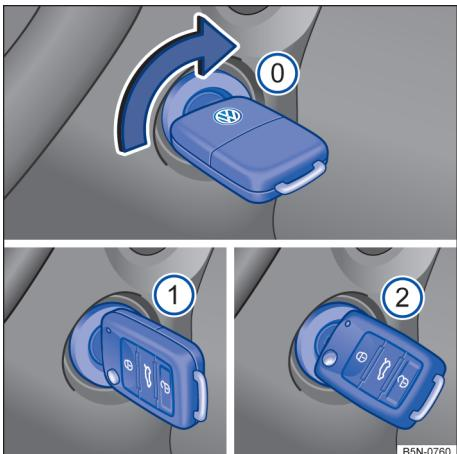

Fig. 96 Ao lado do volante à direita: posições da chave do veículo no cilindro da ignição.
Posições da chave do veículo → Fig. 96:
- Girar a chave do veículo para a posição → Fig. 96 ①. A ignição está ligada.
- Girar a chave do veículo no cilindro da ignição para a posição → Fig. 96 ② – não acelerar.
Se o motor não der partida, nunca utilizar o motor de partida com a marcha engatada e com a chave do veículo na posição → Fig. 96 ② para conduzir ou puxar, por exemplo, se o tanque de combustível estiver vazio. O motor de partida pode ser danificado.
- Girar a chave do veículo no cilindro da ignição para a posição → Fig. 96 ①.